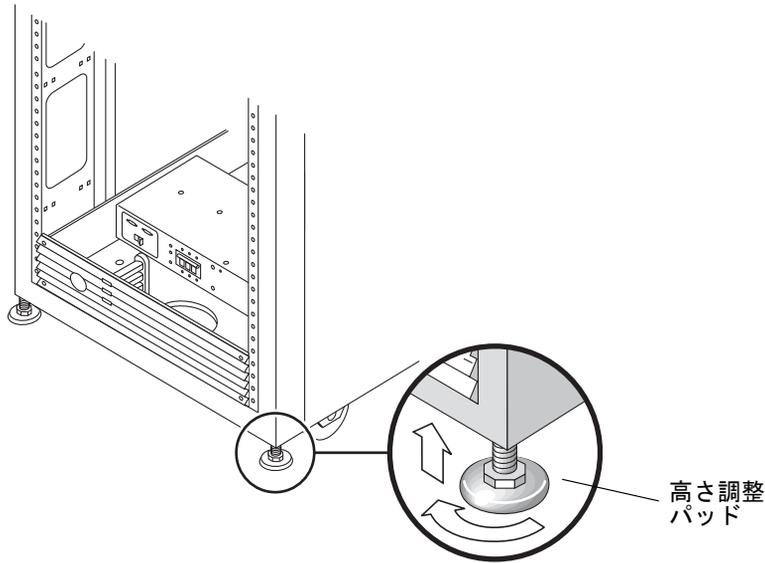

図 2-2 高さ調整パッド
高さ調整パッド (ネジ) は、キャビネットの基部の四隅にあります (図 2-2)。
2. 高さ調整レンチを使って、キャビネットの枠の 4 個の高さ調整パッドを調節します (図 2-2)。